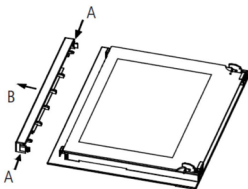

Fig. 3
1. Appuyer sur le bouton (A) sur les côtés gauche et droit de la porte, retirer le rail supérieur. (Fig. 3)